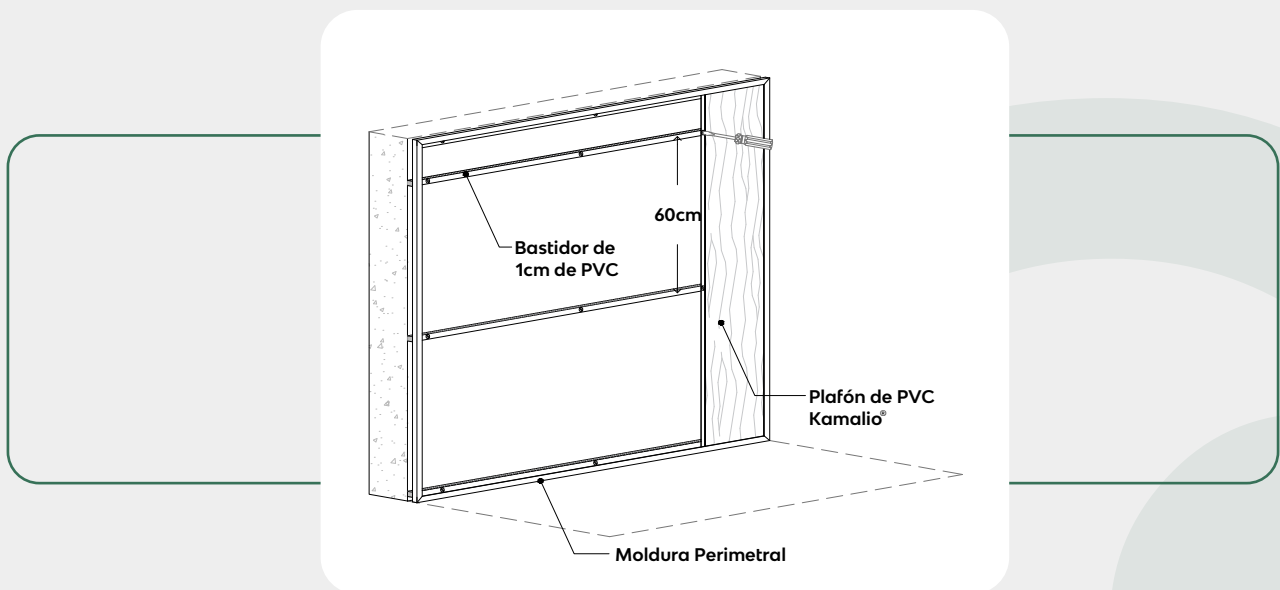

Figura 13
4. Se van colocando las piezas de recubrimiento de PVC Kamalio de forma perpendicular la estructura, pajarando las piezas cada 60 cm en la pestaña plana de la pieza con una pija de broca, insertándolas en la moldura J en los extremos. Ver figura 13